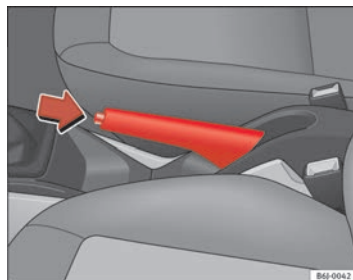

Abb. 103 Handbremse zwischen den Vordersitzen
⇒ Seite 148, Abb. 103.
- Ziehen Sie den Hebel etwas nach oben, drücken Sie die Entriegelungstaste in Pfeilrichtung ⇒ Seite 148, Abb. 103 und führen Sie den Handbremshebel ganz nach unten ⇒ .